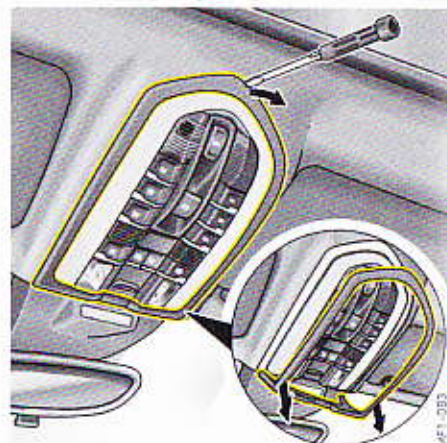

Fig. 269 : Retrait du cadre de la console de pavillon
2. Déclipez avec précaution le cadre de la console de pavillon à l'aide d'un objet approprié (un tournevis p. ex.) et retirez-le par le bas (Fig. 269).